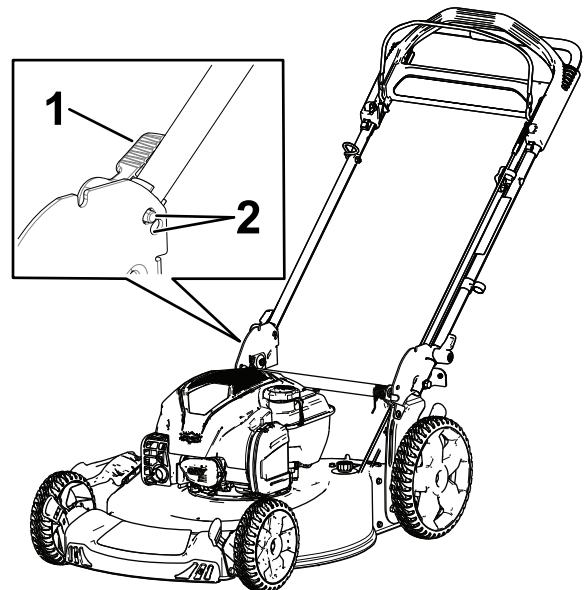

Figuur 3
1. Zet de handgreepvergrendelingen los (Figuur 3).
2. Zet de handgreep in de bedrijfsstand (Figuur 3).